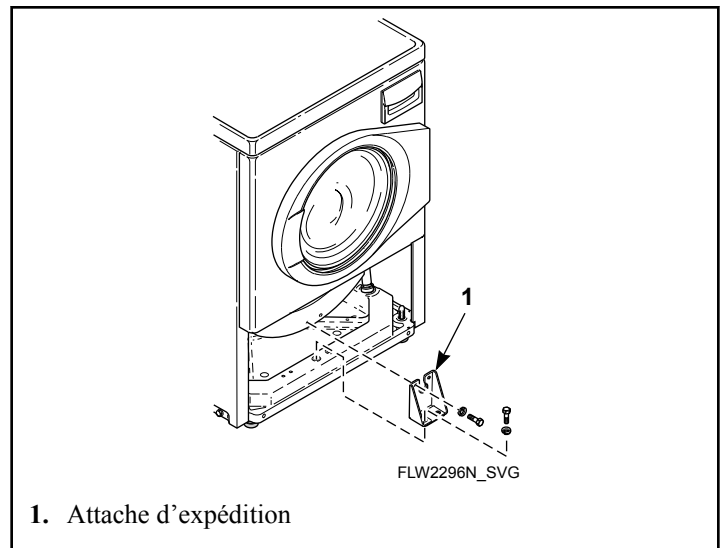

Figure 39
4. Fixer l'entretoise d'expédition au contrepoids et au châssis à l'aide de quatre boulons et rondelles. Se reporter à la *Figure 39*.